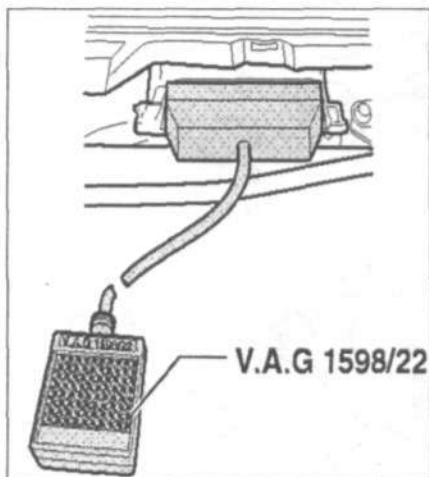

Рис. 6.56. Присоедините тестер V.A.G 1598/18 к жгуту проводов блока управления двигателем.
- Присоедините тестер V.A.G 1598/22 к жгуту проводов блока управления двигателем (рис. 6.56);